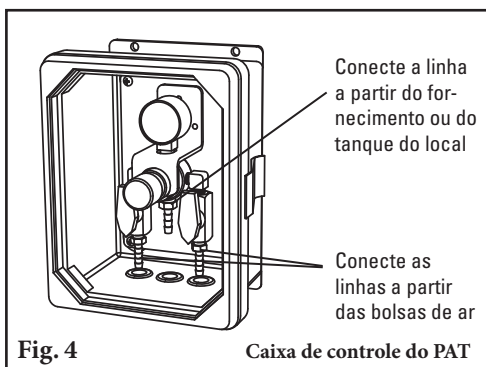

Fig. 4
4. **Certifique-se de que o tensionador se movimenta livremente.** Puxe e pressione cada extremidade do eixo para garantir que o suporte do eixo se movimenta livremente no eixo da guia. Se houver qualquer sinal de emperramento, solte os parafusos na base e no eixo da montagem até que o tensionador se movimente livremente (Fig. 4). Aperte novamente os parafusos.
4. **Conecte as linhas de fornecimento e ajuste a pressão da tensão.** Com as peças fornecidas, fixe uma linha a cada bolsa de ar e direcione as linhas para o lado da saída da caixa de controle (Fig. 4). **NOTA:** Certifique-se de que as linhas estão seguramente afastadas da correia. Conecte a linha a partir do lado da entrada da caixa ao tanque de fornecimento ou de ar do local. Teste as conexões quanto a vazamentos e ajuste a pressão conforme o quadro abaixo. A pressão pode ser reduzida para adequar-se à aplicação.